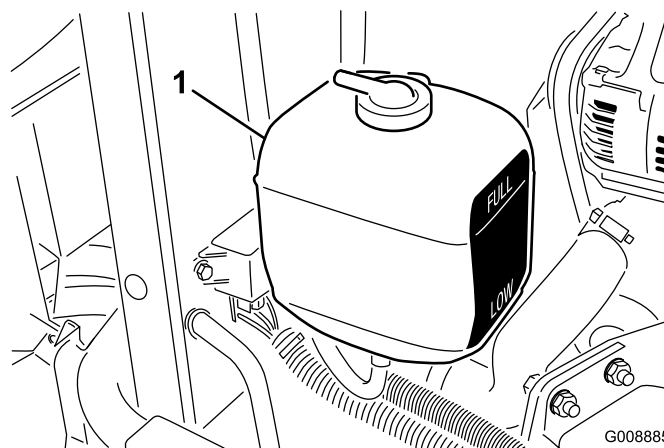

Figura 39
1. Controllate il livello del refrigerante nel serbatoio di espansione (Figura 39).